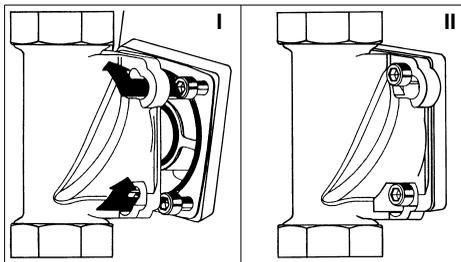

Abb. 10: Einbaudrehflansch mit Bajonett
- Die Köpfe der vier Inbusschrauben M8x30 am Wasserzähler durch die Bajonetthohrungen am Einbaudrehflansch stecken (siehe Abb. 10 I).
- Den Wasserzähler im Uhrzeigersinn bis zum Anschlag drehen (siehe Abb. 10 II).